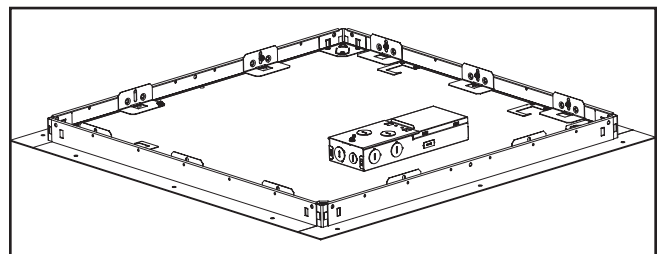
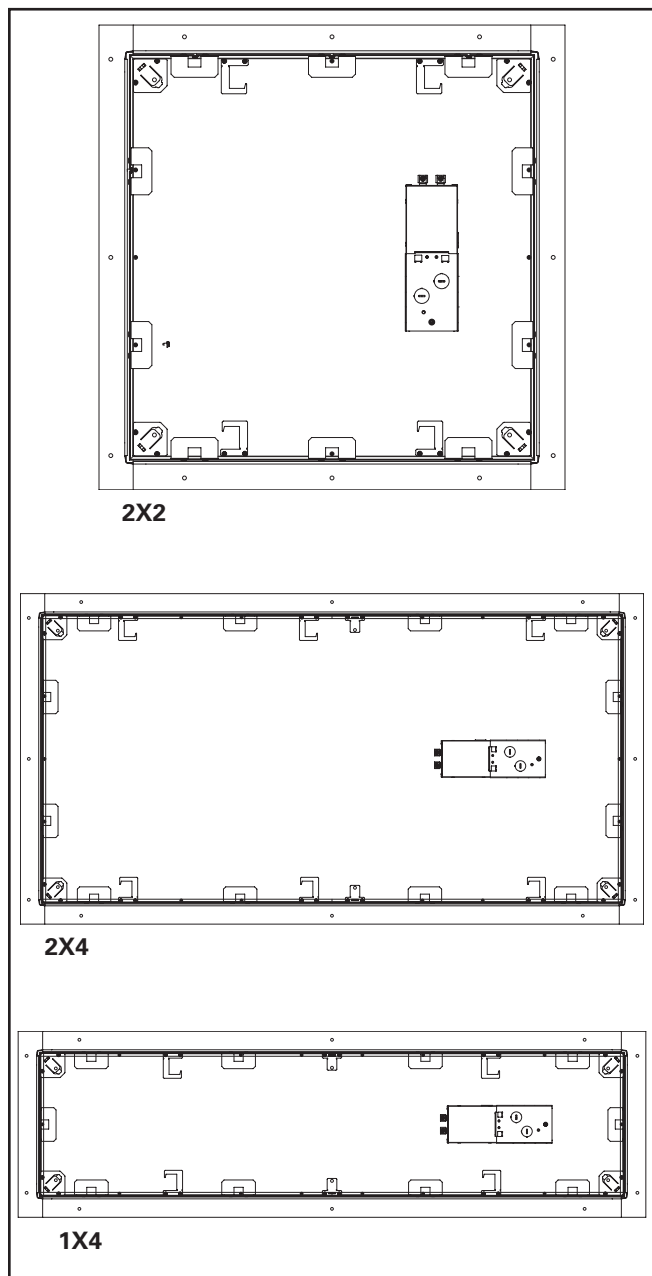

Figura 2A.
Figura 2B.
2. Coloque los soportes en L-incluidos en la parte posterior de la luminaria y asegúrelos al marco con los tornillos incluidos. (Figura 2A.) (Ver Figura 2B para la colocación de los soportes por tamaño de la luminaria).